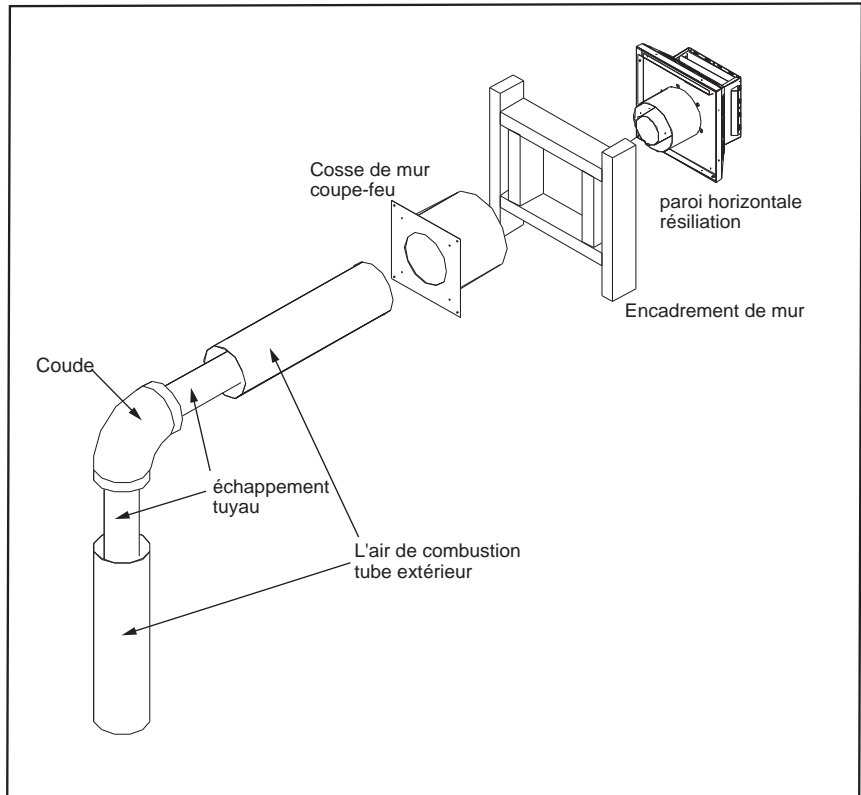

Figure 26. Terminaison de conduit horizontal
Étape 3. Avec le conduit à la bonne position et attachée au foyer, faites un marque sur le mur pour indiquer un trou de 10 po (25.4 cm) x 10 po (25.4 cm) (voir la figure 26). Coupez et montez un cadre autour du trou dans le mur extérieur où le conduit se terminera. Si le mur est fait de matériel non-combustible (p. ex. la maçonnerie ou le béton), un trou de 7 po (17.8 cm) est acceptable.
- Étape 6.** Une fois que les sections de conduit ont été joints et passent par le trou dans le toit, faites passer une sangle de coude par-dessus les sections exposées, pliez les sangles du support vers l'extérieur, et poussez la sangle au niveau du toit, comme démontré dans la figure 26. Serrez autour de la section de conduit. Utilisez un niveau à bulle pour s'assurer que le conduit est parfaitement vertical. Avec des clous de toiture, fixer les sangles de support au toit. Scellez les trous des clous avec du mastic non-durcissant. Taillez le surplus des sangles de support qui dépassent le solin.
- Étape 9.** Passez le collet de solin par-dessus le conduit et poussez-le vers le toit comme dans la figure 26. Utilisez le mastic non-durcissant sur le joint entre le conduit et le solin.